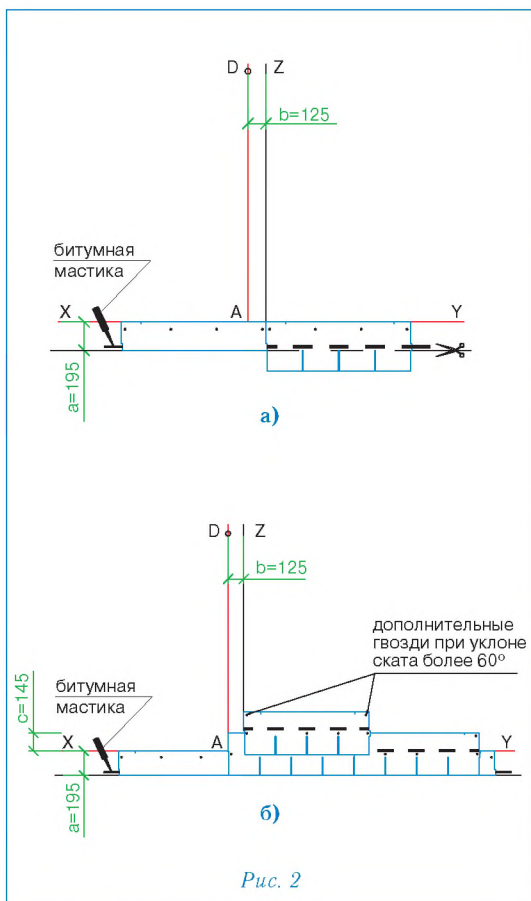

Рис. 2
Укладка материала (рис. 2)
Начальный ряд формируется из листов черепицы СТАНДАРТ обрезанных по линии образованной конечными точками вырезов. Полученные таким образом полосы шириной 19,5 см укладываются по линии карниза в обе стороны от линии Z (рис. 2а) и фиксируются по нижнему краю битумной мастикой, а по верхней кромке 4 гвоздями (ось гвоздей на 5 см ниже верхнего края полосы);
- далее первый ряд черепицы укладывается от линии AD (рис. 2б);
- второй ряд укладывается от линии Z (со смещением 12,5 см от AD) (рис. 2б);
Каждый лист черепицы СТАНДАРТ крепится 4 гвоздями (ось гвоздей на линии битумных клеевых полос) таким образом, чтобы гвоздь прошивал и верхний край нижележащего листа черепицы (рис. 2б).